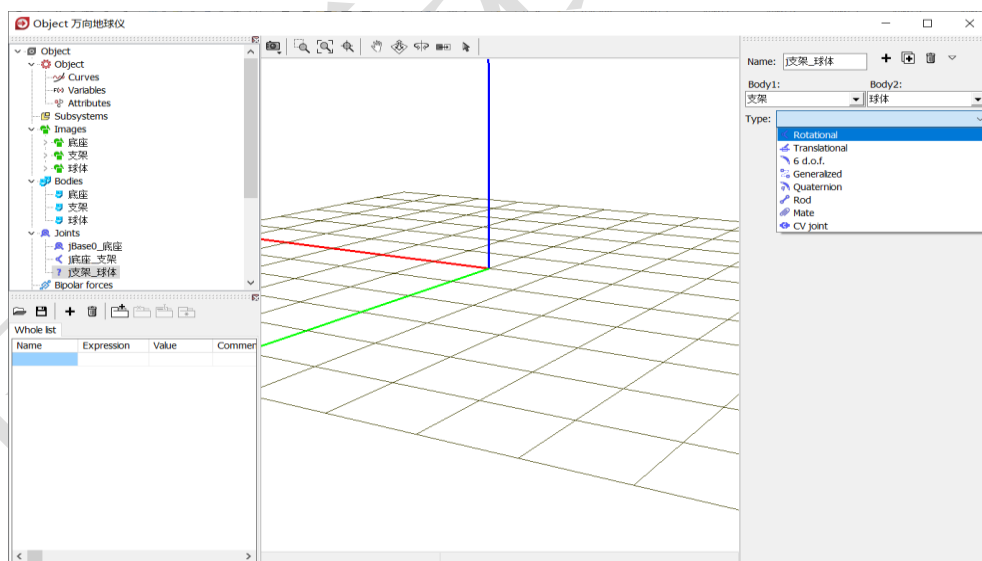

图 2-34
8) 然后从 **Body1** 下拉菜单选择**支架**，从 **Body2** 下拉菜单选择**球体**，系统会自动将该铰重命名为 **j 支架_球体**，从 **Type** 下拉菜单中选择 **Rotational**，如图 2-34。